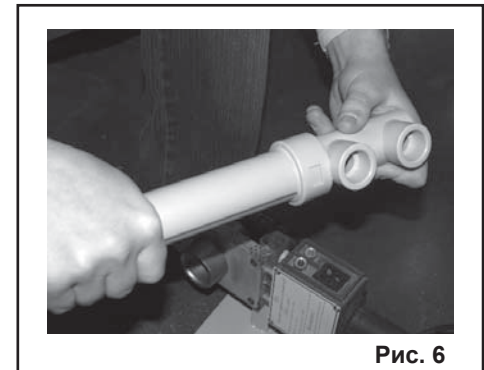

Рис. 6
10.6. По истечению времени нагрева извлеките фитинг и трубу из насадок и, как показано на Рис.5-6, без осевого поворота введите трубу в муфту фитинга. Для выполнения качественного сваривания монтаж и корректировка, Рис.6, не должны превышать времени соединения, см. табл.2.